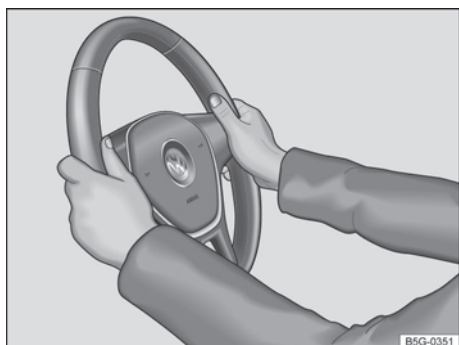

Fig. 54 No volante: posição 9 e 3 horas.
- Ajustar a posição do volante de forma que possa segurá-lo lateralmente pela borda externa na posição de 9h e 3h → Fig. 54 com ambas as mãos e os braços ligeiramente dobrados.
- Empurrar a alavanca ① sempre pelo manípulo com firmeza para cima após o ajuste, para travar a posição do volante.
- Durante a condução, sempre segurar o volante com ambas as mãos lateralmente na borda externa nas posições de 9h e 3h → Fig. 54, para reduzir ferimentos causados por um acionamento do airbag frontal do condutor.